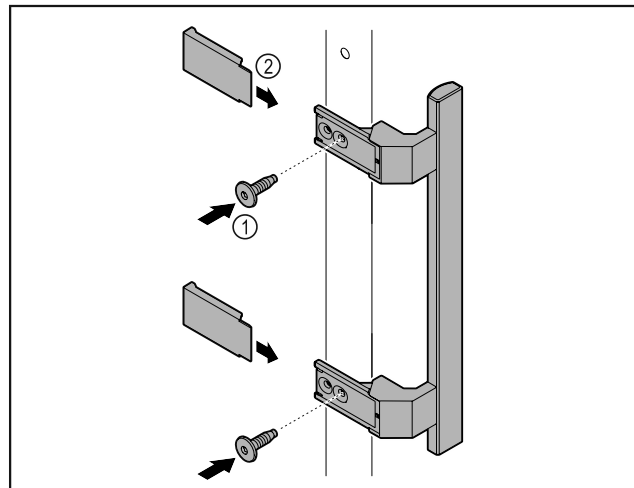

Fig. 47
- ▶ Fixer la poignée à la porte à l'aide des vis Fig. 47 (1) fournies.
- ▶ Poser les caches Fig. 47 (2).